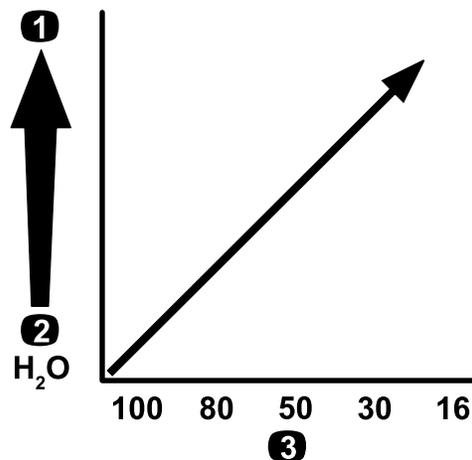

Figura 25
**Importante:** Cuando se fumiga con productos químicos de mayor viscosidad (más espesos) o soluciones de polvo humedecible, puede ser necesario utilizar una malla de filtro más gruesa para el filtro de presión opcional; consulte la Figura 25.